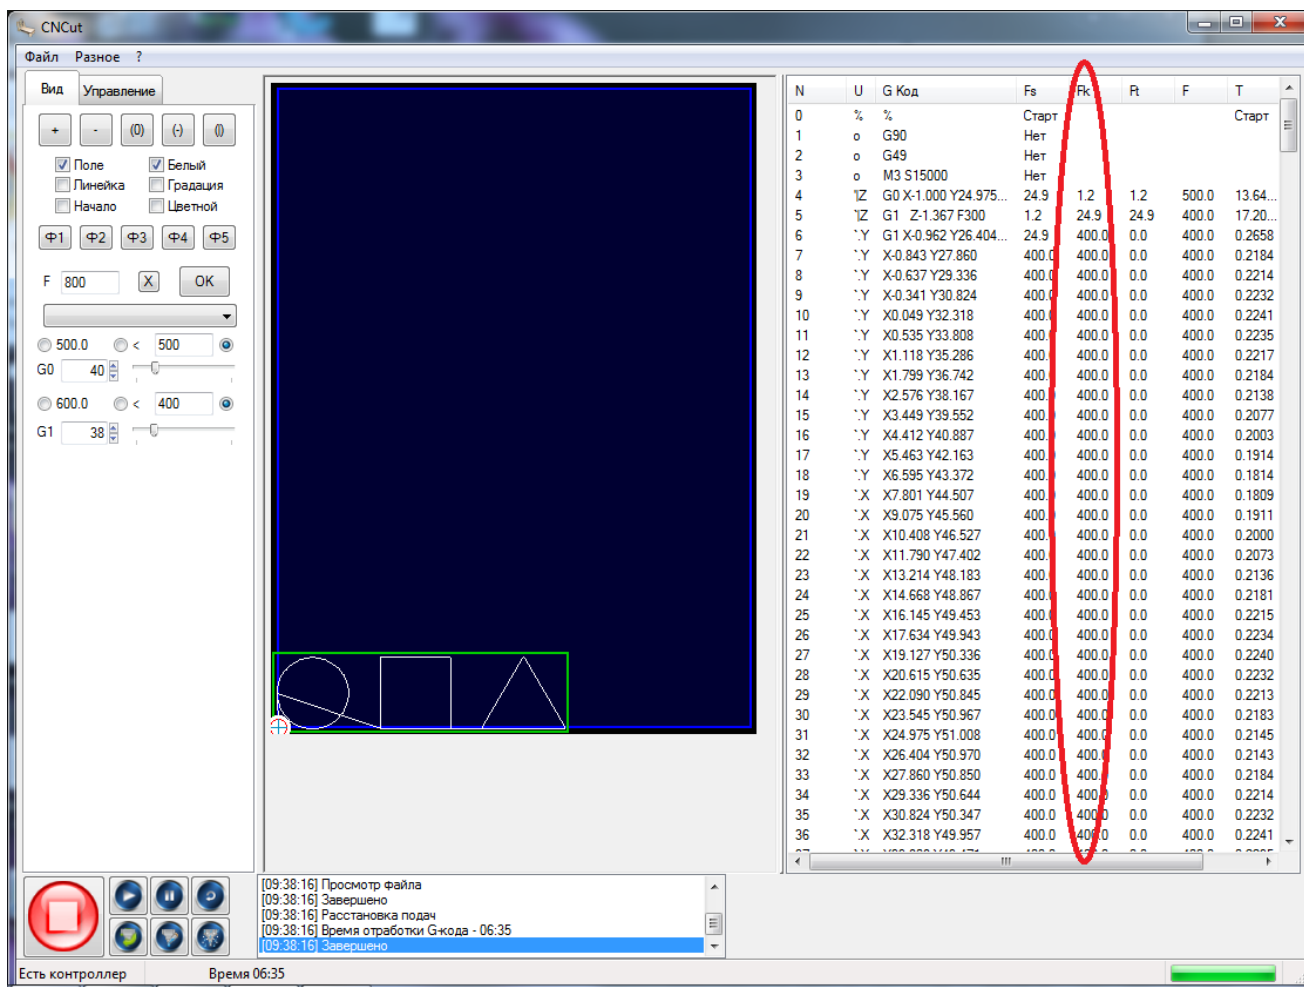

Рисунок 66. Конечная скорость в кадре «Fk»
5. Столбец «Fk» - Конечная скорость в кадре, рисунок 66